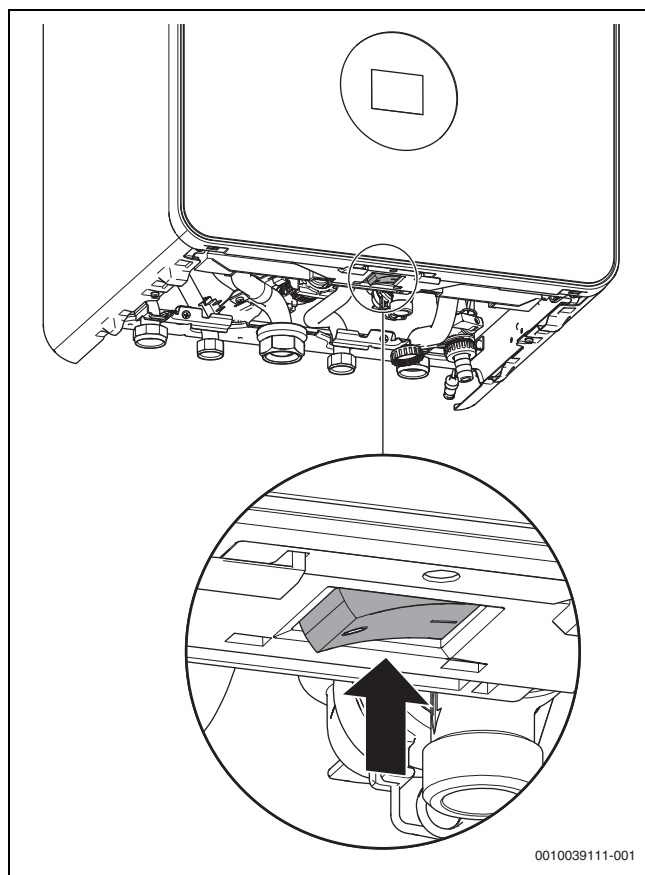

Fig. 1 Interrupteur Marche/Arrêt
- Arrêter l'appareil avec l'interrupteur Marche/Arrêt (→ fig. 1).